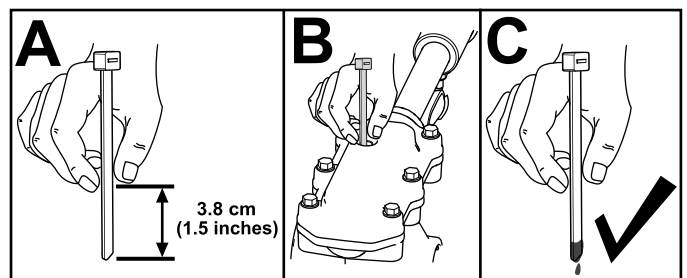

Figura 29
3. Compruebe el nivel de aceite usando un dispositivo de medición apropiado, por ejemplo una brida limpia. El aceite debe estar a unos 3.8 cm (1.5") por debajo del orificio de llenado (Figura 29).